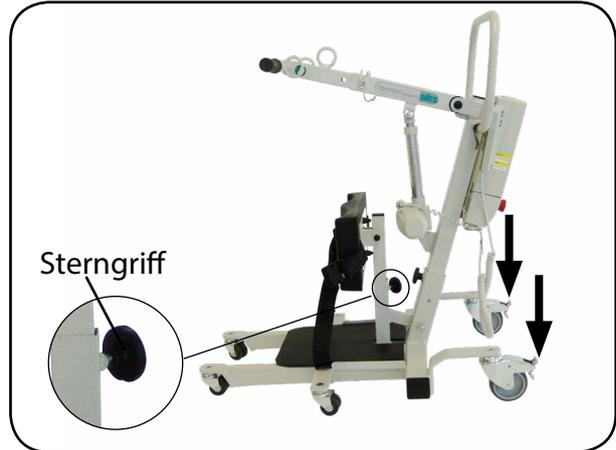

Abb. 6.2.09 – Schienbeinstütze montiert
- Lösen Sie den Sterngriff an der Aufnahme für die Schienbeinstütze am Trittbrett und stecken Sie die Schienbeinstütze in die Aufnahme. Fixieren Sie die Schienbeinstütze mit dem Sterngriff in der geeigneten Höhe (Abb. 6.2.09).